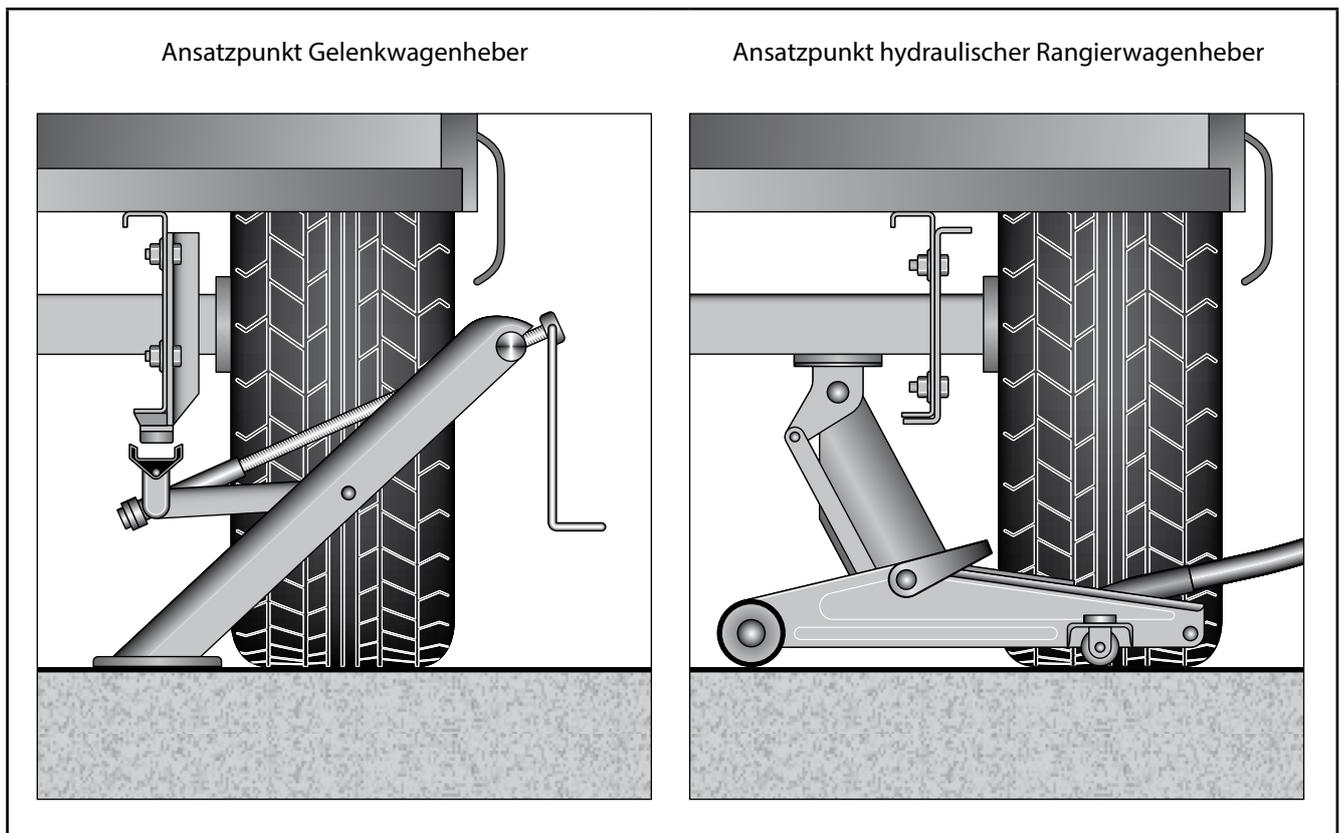

Abb. 91 Caravan aufbocken
4. Der Ansatzpunkt für den Gelenkwagenheber ist die Aufnahmeklaue am Rahmenlängsträger (siehe „Abb. 91 Caravan aufbocken“). Gelenkwagenheber und Radschlüssel sind im Sitzkasten untergebracht.
5. Der Ansatzpunkt für den hydraulischen Rangierwagenheber ist direkt unter der Achse (siehe „Abb. 91 Caravan aufbocken“). Rangierwagenheber und Radschlüssel sind im Sitzkasten untergebracht.